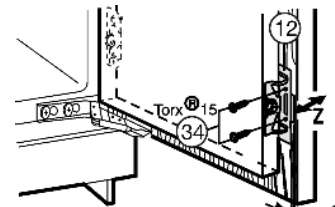

Fig. 24
- ▶ Avvitare la porta dell'apparecchio all'anta del mobile con le viti Fig. 24 (34) attraverso la squadretta di fissaggio Fig. 24 (12).